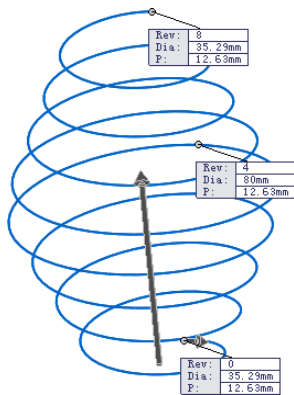
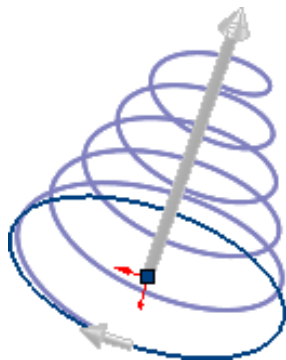
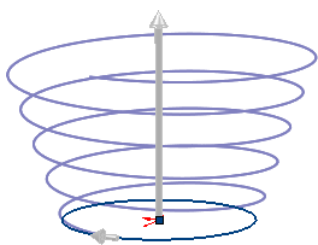

图 7-42 可变螺距螺旋线
图 7-43 螺旋线呈锥形形状
图 7-44 锥度外张
- 可变螺距：（在选择【螺距和圈数】和【高度和螺距】时可用）以可变螺距的方式生成螺旋线，如图 7-42 所示。
- 区域参数: (在单击【可变螺距】单选按钮后可用) 通过指定圈数 (Rev) 或者高度 (H)、直径 (Dia) 以及螺距率 (P) 生成可变螺距螺旋线。
- 锥度外张: 控制螺纹线是否锥度外张。如图 7-43 所示为螺旋线呈锥形形状, 如图 7-44 所示则是螺旋线锥度外张。